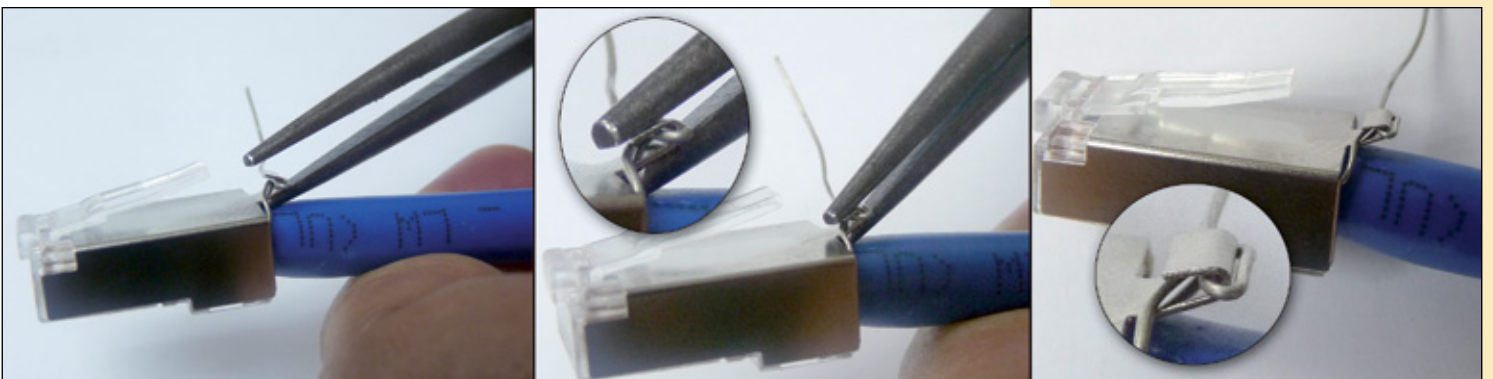

Figura 23
- 18 Proceda a comprimir la pestaña de aterramiento con ayuda de una pinza, tal como se muestra en las imágenes de la **Figura 23**.